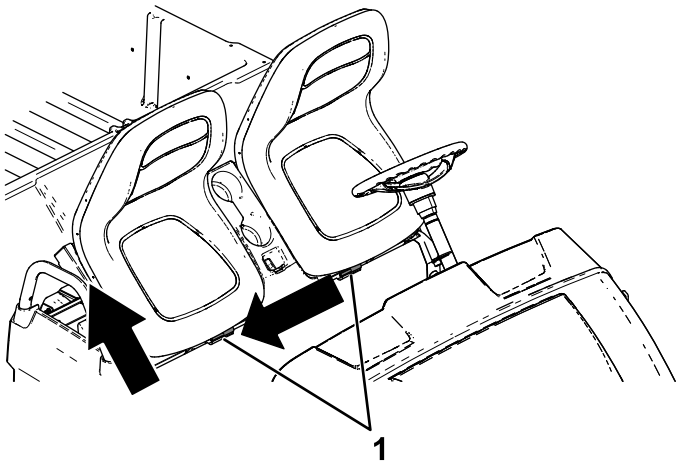

Bild 27
2. Schieben Sie den Sitz seitlich aus den Stiften heraus und heben Sie den Sitz hoch (**Bild 27**).